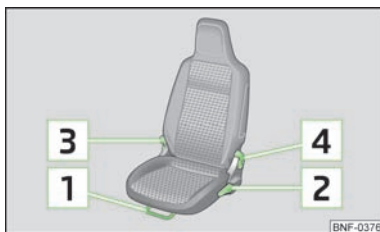

Abb. 33
- Den Hebel **1** » Abb. 33 nach oben ziehen und dabei den Sitz in die gewünschte Position schieben.
- Möchte man den Sitz anheben, den Hebel **2** » Abb. 33 nach oben ziehen bzw. pumpen.
- Die Sitzlehne entlasten (sich nicht anlehnen), den Hebel **3** » Abb. 33 bzw. **4**¹⁾ ziehen und mit dem Rücken die gewünschte Neigung der Sitzlehne einstellen.
- Den Hebel **3** » Abb. 33 bzw. **4** ziehen und die Sitzlehne nach vorn klappen. Gleichzeitig den Sitz nach vorn schieben.